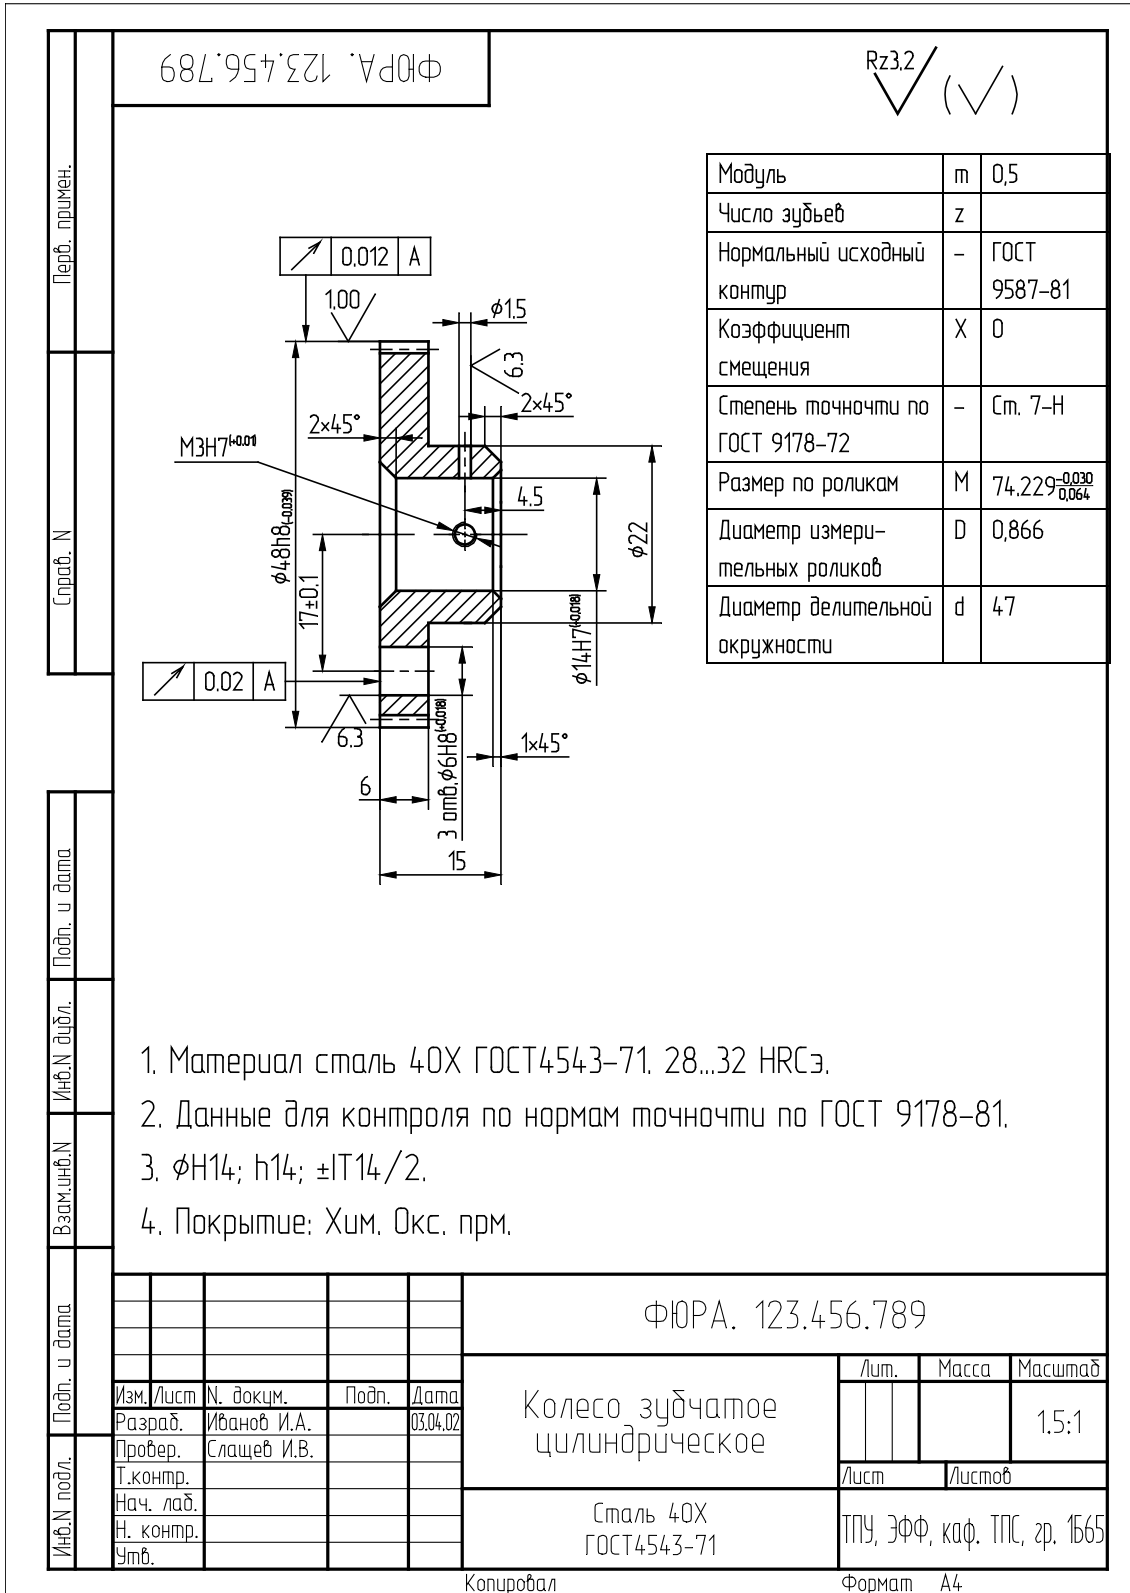
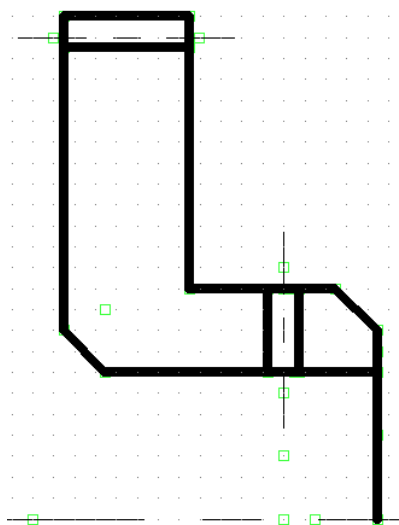

Рис. 1.2. Чертеж зубчатого колеса
Рис. 1.9. Создание фаски с обрезанием
В течение данной лабораторной работы мы «с нуля» создадим чертеж достаточно простой детали – чертеж зубчатого колеса, со всеми необходимыми размерами, символами отклонения от формы, шероховатости, надписями, техническими требованиями и т.д. Так как для вас это «первая проба пера», то не всё может получаться сразу, возможны «откаты назад» и первое время возможно некоторое непонимание. В этом нет ничего страшного, просто нужно проявить определенное терпение. Здесь же будут показаны некоторые приемы компьютерного черчения, которые невозможны при обычном «ручном» черчении. В конечном итоге нам предстоит создать чертеж, показанный на рис. 1.2.
5) Далее следует оформить ось делительной окружности. Согласно таблице, приведенной на чертеже (рис. 1.2), осевая линия делительной окружности находится на расстоянии
6) Далее покажем основное отличие создания чертежа с помощью САПР. Как вы видели, все предыдущее было практически таким же, как и при рисовании на миллиметровке с помощью карандаша, только вы пользовались мышкой, клавиатурой и видели все на мониторе компьютера. Во-первых, согласно чертежу детали (рис. 1.2), имеется две внутренние фаски размером 1 и 2 мм, а также одна наружная – 2 мм. Во-вторых, деталь симметричная, что позволяет нам использовать внутренние команды САД-системы для создания копии симметрии. Начнем создавать левую внутреннюю фаску размером 2 мм. Для создания фаски используется кнопка «**Фаска**», расположенная на панели **Автоменю**. При выполнении данной команды появляется окно «**Параметры фаски**», в котором вам следует указать реальный размер, в нашем случае 2 мм. После нажатия «**ОК**» в окне требуется указать на те линии, которые участвуют в образовании фаски. При указании на линии мышкой (нажатие на левую кнопку) линия меняет цвет. После указания второй линии происходит формирование фаски, при этом возможно обрезание линий, которые, по мнению **T-Flex**, в данном случае «лишние» (рис.1.9).
Простановка параметров отклонения от формы производится по команде текстового меню **«Чертеж|Допуск»**. При этом появляется свое **Автоменю**, использование которого диктуется ситуацией положения и привязки допуска или создания базовой поверхности. Исходя из рис. 1.2,
После нажатия на «ОК», скорее всего, расположение рамки окажется далеко не оптимальным по вашему мнению. Если это так, то: повторите команду «Оформление|Основная надпись|», но выберите пункт «Переместить» (при этом масштаб изображения должен быть уменьшен таким образом, чтобы вы свободно контролировали все пространство чертежа и наносимой рамки) и «нанесите» еще раз рамку (рис. 1.2). Данная процедура может занять у вас определенное время, т.к. ее придётся повторить несколько раз.